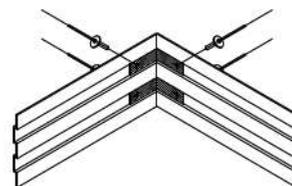

Fig. 18
- N. 2 angolari inox di dimensioni 40x40x15 sp. 1.2 e quattro rivetti M4 per collegare il fermapiEDE grecato tipo G150x5 (Fig. 18)